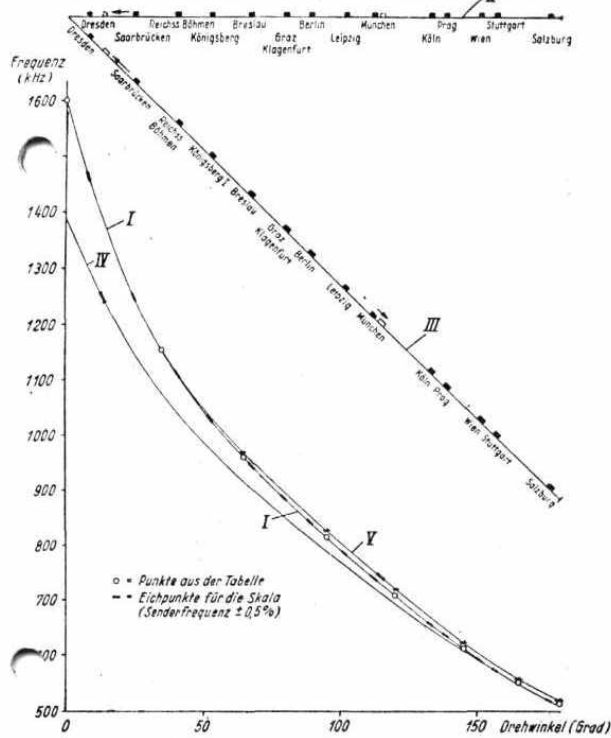

Bild 1. Die Herstellung der Eichkurve
wie sie in Bild 1, Kurve I wiedergegeben ist. Ist unsere Linearskala gerade so lang wie die im Bild 1 für die Auszeichnung der Drehwinkel verwendete waagerechte Gerade, so brauchen wir nur für die verschiedenen Frequenzen der auf der Empfängerskala (II) einzutragenden Rundfunksender von der Frequenzskala auf der linken Seite waagrecht nach rechts bis zur Kurve I zu gehen und von dort nach oben, wo wir die Empfängerskala waagrecht hingezeichnet haben, um in diese die Markierungen einzutragen zu können. In Bild 1 ist gleich noch gezeigt, wie man die Übertragung auf eine entsprechend längere Skala (III) vornehmen kann, sie wird einfach schräg eingezeichnet, so dass ihre Endpunkte mit den senkrechten Linien durch die Endpunkte der Skala für den Drehwinkel zusammenfallen (in der Originalzeichnung war II 180 mm, III 250 mm lang). Bemerkt sei, dass alle Rechnungen mittels Rechenschiebers durchgeführt wurden und dass in Bild 1 nur eine beschränkte Anzahl von Sendern eingetragen ist, um die Übersichtlichkeit des Bildes nicht zu verderben.
überlegen wir einmal: Bei ganz hereingedrehtem Kondensator, also niedrigster Abstimmfrequenz, macht eine bestimmte Kapazitätsänderung verhältnismäßig wenig aus. Die gleiche Kapazitätsänderung hat aber einen erheblichen Einfluss bei herausgedrehtem Kondensator, denn im ersteren Falle beträgt dessen Kapazität allein ja 483 pF, im letzteren Falle nur 16 pF. Eine Änderung von 1,6 pF z. B. aber bedeutet im ersteren Falle weniger als 0,5 %, im letzteren jedoch 10 %. Man muss also mit der Einstellung der Trimmerkondensatoren am hochfrequenten (kurzwelligen) Ende der Skala (links in Bild 1) anfangen und dann am anderen Skalenenden die Abgleichschrauben der Spulen einstellen.
Wir nehmen einmal an, dass eine um 20 pF zu große Kapazität vorhanden sei, weil etwa der Trimmer zunächst zu weit eingedreht ist. Wir beginnen mit dem Abgleich am oberen Skalende (rechts in Bild 1) und verstellen die Induktivität so weit, dass bei der jetzt vorhandenen Höchstkapazität von  $519,8 + 20 = 539,8$  pF die Frequenz 510 kHz erreicht wird. Die Selbstinduktion ist dann auf ungefähr 180,5  $\mu$ H erniedrigt. Da die Parallelkapazität zu groß ist, muss man erwarten, dass ein zu kleiner Frequenzbereich bestrichen wird, und die Kurve IV in Bild 1 erweist diese Annahme als richtig: Man kommt nur bis 1388 kHz „herauf“. Dreht man jetzt den Trimmerkondensator „heraus“, so dass die Frequenz am Anfang wieder 1600 kHz beträgt, dann bekommt man Kurve V (Bild 1), d. h. wegen der etwas zu kleinen Selbstinduktion ist am rechten Ende der Skala die Frequenz noch etwas zu hoch (in unserem Falle mit einer um 18 pF verkleinerten Kapazität rd. 518 kHz). Diesen Fehler können wir jetzt wieder durch geringe Vergrößerung der Spulen-Selbstinduktion (Hineindreihen des Hf-Eifenkerns) korrigieren, worauf am anderen Ende der Skala nochmals durch Nachstellen des Trimmers (geringe Verkleinerung der Kapazität = Herausdrehen) eine Korrektur vorgenommen wird. Durch mehrfaches Wiederholen dieses „Abgleichs“ kann man es erreichen, dass die Sollwerte, die wir weiter oben ausgerechnet haben, mit so großer Genauigkeit erreicht werden, dass praktisch keine Differenz zwischen der ausgerechneten Zeigerstellung und der wirklich beim Empfang einer Station zu findenden festzustellen ist.
Bild 1 zeigt für zwei Beispiele noch, wie die Zeigereinstellung nicht genauem Abgleich sich in unserem Beispiele verschiebt. Ist L vorabgeglichen (Kurve IV), aber C noch zu groß, so liegen am Anfang der Skala (linker Teil) die Zeigereinstellungen links von den Markierungen (z. B. für Saarbrücken angedeutet). Das ist der Fall, weil wir ja dann den Drehkondensator weiter herausdrehen müssen, um auf die gewünschte Kapazität herunterzukommen. Nach dem Abgleich der Kapazität werden im linken Bereich der Skala die Zeigerstellungen richtig liegen, jedoch nunmehr im rechten Teil etwas nach rechts verschoben sein, weil ja jetzt der Drehkondensator weiter eingedreht werden muss (entsprechend Kurve V, für München angedeutet). Am rechten Ende der Skala muss dann die Selbstinduktion nochmals korrigiert werden, desgleichen evtl. bei 1600 kHz die Kapazität, bis die Eichung stimmt. Da eine geringe Abweichung in der Anfangskapazität nach unseren bisherigen Erfahrungen also einen weitaus größeren Fehler in der Eichung bei den höheren Frequenzen bedingt, als ein verhältnismäßig großer Fehler der Selbstinduktionseinstellung bei den niedrigen Frequenzen, werden wir am zweckmäßigsten zuerst die Trimmerkapazität nachstellen.
Wir kennen zwei Mittel, um den Bereich, innerhalb dessen ein Kreis in seiner Frequenz verändert werden kann, einzuschränken. Sie laufen beide darauf hinaus, den Änderungsbereich der Kapazität zu verkleinern. Wenn wir (Bild 5b) dem Oszillator-Drehkondensator noch einen Kondensator (P) parallel schalten, so lässt es sich einrichten, dass mit einer bestimmten Spule der Oszillatorkreis gerade den Frequenzbereich zwischen 978 und 2068 kHz überstreicht, und wir könnten annehmen, dass alles in schönster Ordnung sei. Leider trifft das — wie die Fehlerkurve in Bild 1 b erweist — noch längst nicht zu, denn nur an den Skalenenden wird je einmal der Fehler Null erreicht, auch das Hereinrücken der Abgleichpunkte (gestrichelte Kurve) liefert immer noch sehr große Fehler. Man muss berücksichtigen, dass beide Drehkondensatoren, der des Eingangskreises sowohl wie der des Oszillatorkreises, auf einer Achse sitzen, und dass die Frequenz, auf die bei genauem Gleichlauf der Oszillatorkreis jeweils eingestellt sein müsste, durch die Induktivität und Kapazität des Eingangskreises sowie die unveränderlich gegebene Zwischenfrequenz festgelegt ist. Lediglich dann, wenn die Empfangsfrequenz sehr viel höher liegt als die Zwischenfrequenz, oder wenn nur schmale Frequenzbänder zu bestreichen sind, lässt sich ein solcher „Zweipunkt-Gleichlauf“ mit Erfolg (hinreichend kleine Fehler!) anwenden. Versucht man, den Frequenzbereich im Oszillator durch einen mit dem Drehkondensator in Serie geschalteten Festkondensator (S in Bild 5c) zu verkleinern, so kann man auch wieder zwei Punkte finden, bei denen der Fehler zu Null wird; aber auch hier ergibt